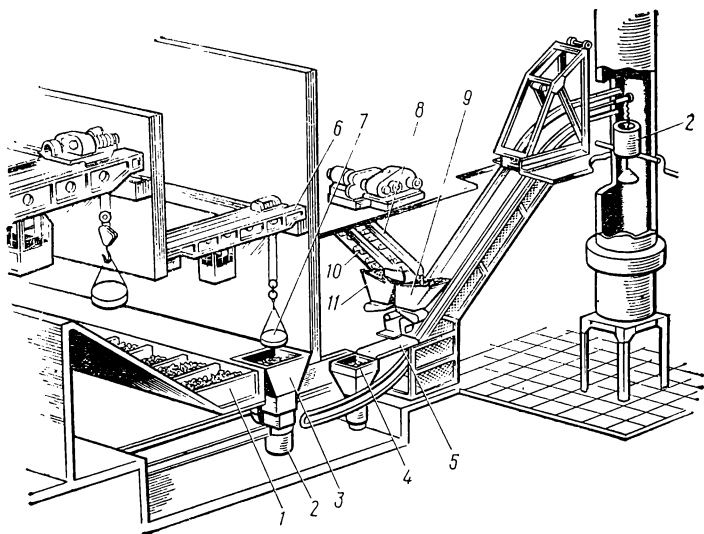

Рис. 5. Загрузка вагранки механизированным способом:
**Как загружают вагранки шихтой?** Современные ваграночные установки обеспечены достаточно совершенной системой механической загрузки шихтовых материалов, при которой руки рабочих не прикасаются к ним. Одна из схем механизации загрузки вагранок шихтой показана на рис. 5. Поступающие в цех материалы выгружаются в закрома. Из них, по мере необходимо-